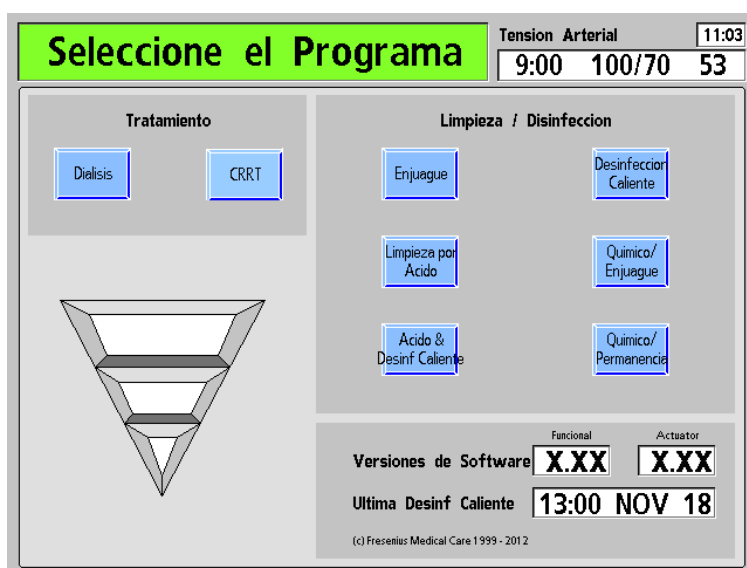

Figura 19 – Pantalla “Seleccione el Programa”
1. Presione la tecla **ON/OFF** en el panel de control. La luz verde que está arriba de la tecla se ilumina y aparece la pantalla “Seleccione el Programa” (vea la Figura 19) en el monitor después de aproximadamente un minuto.